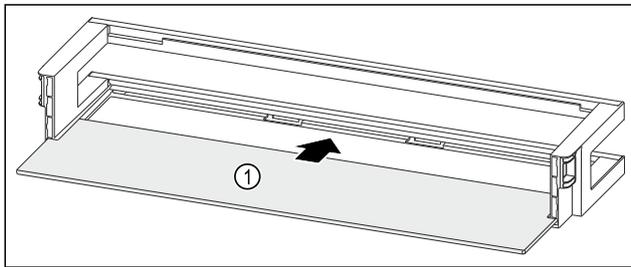

Fig. 94 Estantes en la contrapuerta con estante
- ▶ Introduzca el estante Fig. 94 (1) en los huecos laterales.